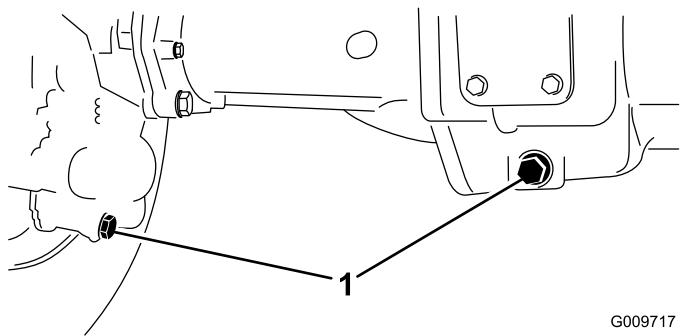

图 66
- 清洁 3 个排油塞的周边区域——两端各 1 个中间 1 个 (图 66)。